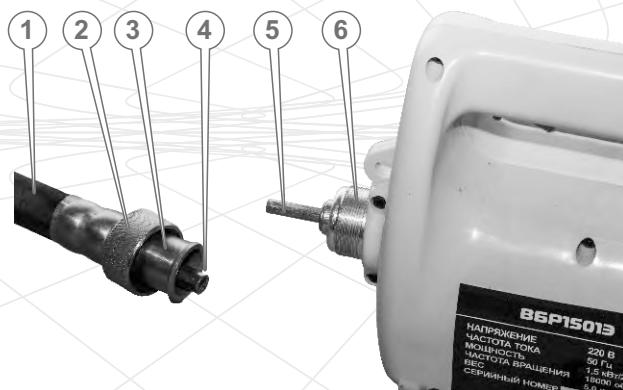

Рисунок 7
2. Установить переходник вала привода (5) (см. рис. 7), навернув его на вал по резьбе.
3. Приставить соединительный элемент гибкого вала (3) к муфте электропривода (6), при этом добиваясь совпадения переходника вала привода (5) и сердечника гибкого вала (4).
4. Закрутить и надежно затянуть накидную гайку (2) гибкого вала на муфту электропривода (6).